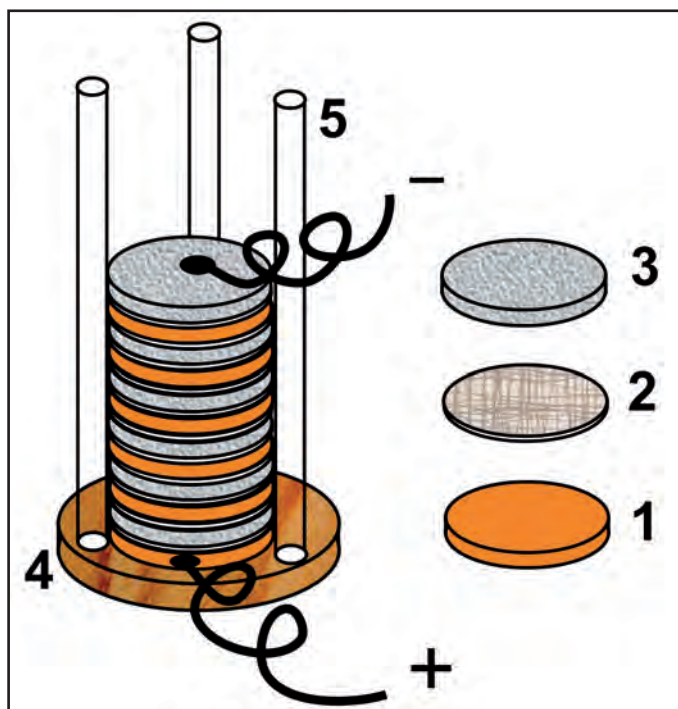

Fig. f61.4
Volta décide alors de construire un générateur d'électricité au moyen de deux plaques métalliques séparées par un carton d'eau salée. Comme le fer présente l'inconvénient de rouiller, il essaie d'autres métaux. Finalement, il décide d'utiliser une plaque de cuivre et une plaque de zinc. Et il lui vient alors une idée : pour augmenter la tension du générateur, pourquoi ne pas essayer de placer plusieurs alternances [cuivre / carton / zinc] les unes à la suite des autres ? L'essai s'avère concluant, et en 1800, Volta construit (figure f61.4) un empilement de rondelles de cuivre (1) et de zinc (3), séparées par des cartons imbibés d'eau salée (2) : cet empilement est aussitôt baptisé « pile » !